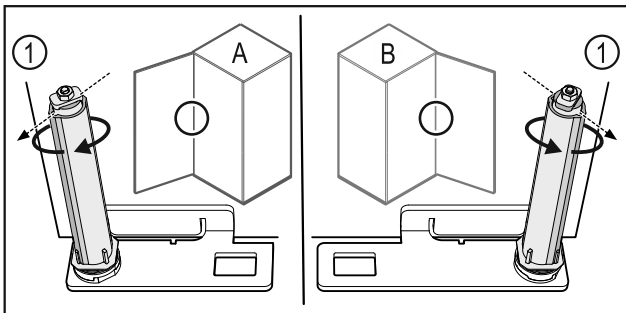

Fig. 56 Розкриття ліворуч (A) / Розкриття праворуч (B)
- Систему закриття повертати проти опору доки перемичка системи закриття Fig. 56 (1) не показуватиме назовні.